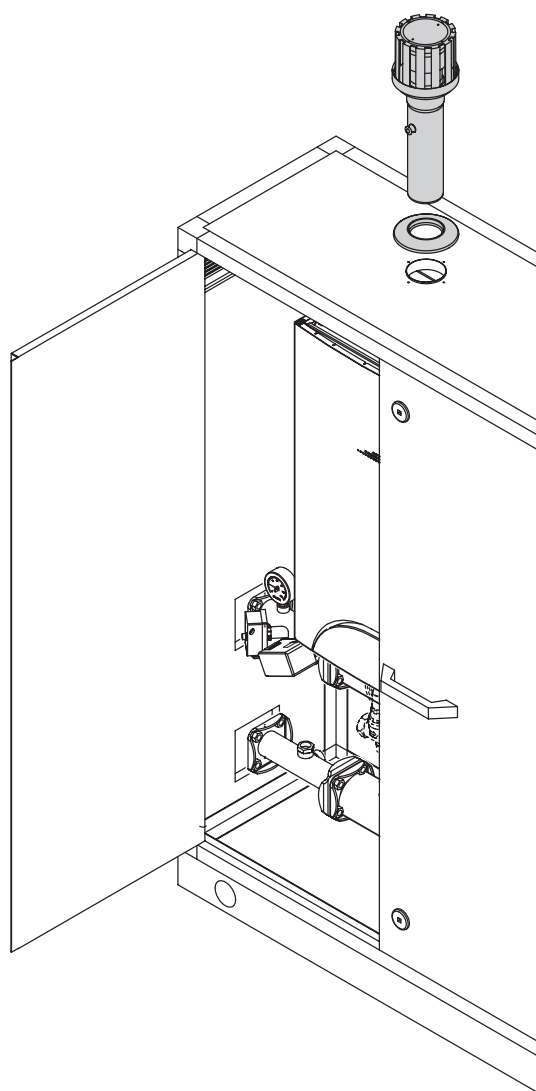

Fig. 5
2.6 EVACUACIÓN DE HUMOS PARA INSTALACIONES EXTERNAS (fig. 5)
Para el montaje del accesorio suministrado bajo pedido vea la fig. 5.